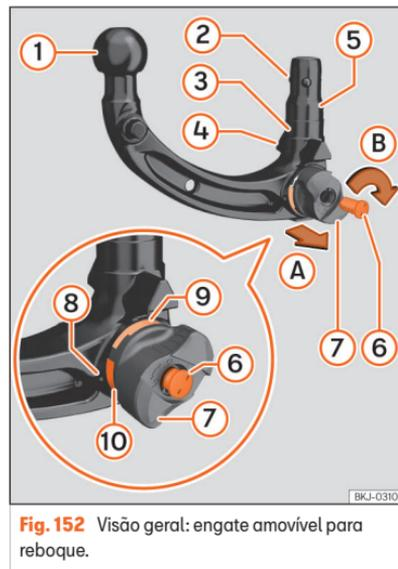

Fig. 152 Visão geral: engate amovível para reboque.
1. Antes de utilizar o engate amovível para reboque pela primeira vez, anote o número gravado na chave »» Fig. 152 ⑥, caso seja necessário fazer um duplicado.
4. Verifique se o alojamento, a roda »» Fig. 152 ⑧, a haste ⑤ e as bolas de bloqueio ② do engate para reboque estão limpas e em bom estado. Se for necessário, limpe-os.
- A marca vermelha »» Fig. 152 ⑩ da roda aponta para a marca verde ⑨ do engate para reboque.
- A roda ⑧ fica claramente separada do engate, pelo menos 4 mm [0,2 pol].
- Todas as bolas de bloqueio ② podem encaixar-se totalmente na haste ⑤.
- A chave ⑥ está dentro da fechadura, a seta da chave aponta para o símbolo de *fechadura aberta* da roda ⑧ e a chave não pode retirar-se.
1. Abra a tampa da fechadura »» Fig. 152 ⑦ e introduza a chave na fechadura.
2. Rode a chave ⑥ no sentido contrário ao dos ponteiros do relógio até a seta da chave apontar para o símbolo de *fechadura aberta* na roda ⑧.
3. Segure o engate para reboque com uma mão. Com a outra mão, retire a roda ⑧ na direção ①.
4. Rode a roda retirada ⑧ na direção ② até ao limite.
Depois de colocar o engate para reboque sob tensão, não volte a tocar na roda »» Fig. 152 ⑧. Ao bloquear o engate, a roda gira para a sua posição original e pode causar lesões »» △.
- A marca verde na roda ⑨ aponta para cima.
- O engate está fechado com chave e esta ⑥ pode retirar-se.
- Já não resta qualquer folga entre a roda ⑧ e o engate.
- Rode a chave ⑥ no sentido dos ponteiros do relógio para fechar o engate.
- Feche a tampa da fechadura ⑦.
- A marca verde na roda >>> Fig. 152 ⑨ aponta para cima.
- A roda ⑧ está colada ao engate e pode fechar-se.
- O engate está fechado e a chave ⑥ é retirada.
- Já não se pode tirar lateralmente a roda ⑧.
- Nunca utilize o dispositivo de reboque se o diâmetro da cabeça esférica >>> Fig. 152 ① for inferior a 49 mm [1,9 pol.] em qualquer ponto.